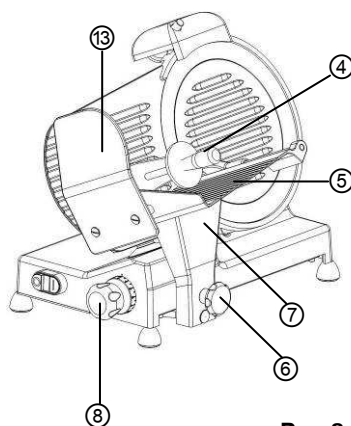

Рис.8
- Перед тем как очистить прибор, следует отключить его от розетки и проверить, находится ли регулятор толщины нарезки (8) в положении „0“.
- Передвинуть каретку (7) в направлении регулятора толщины нарезки (8) (**рис. 8**).
- С целью очистки снять каретку (7) с прижимной ручкой и прижимом (4). Для этого ослабить ручку установки каретки (6), поворачивая ее в направлении против часовой стрелки и снять каретку (7) (**рис. 8**).